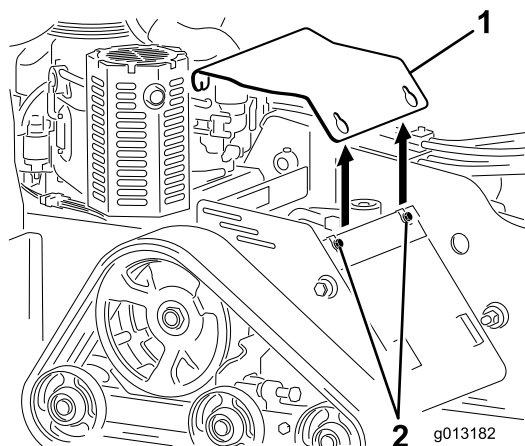

Figura 26
3. Afloje secuencialmente los tres pernos que sujetan la cubierta al bastidor hasta que la cubierta quede libre (Figura 26).
2. Coloque la cubierta en su sitio y sujétela con los tres pernos que retiró anteriormente (Figura 26).